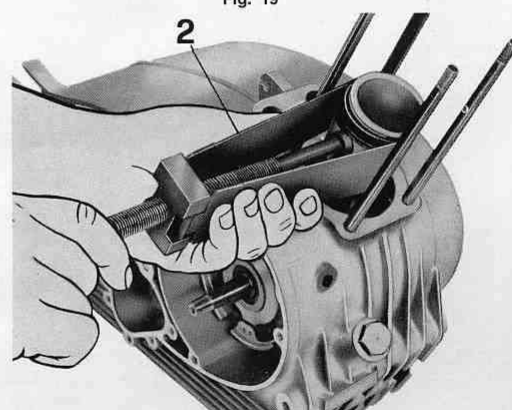

Fig. 20
- il pistone dalla biella adoperando attrezzo n. 26907800 (2 di fig. 20) dopo aver levato le due mollette di tenuta e sfilato lo spinotto.